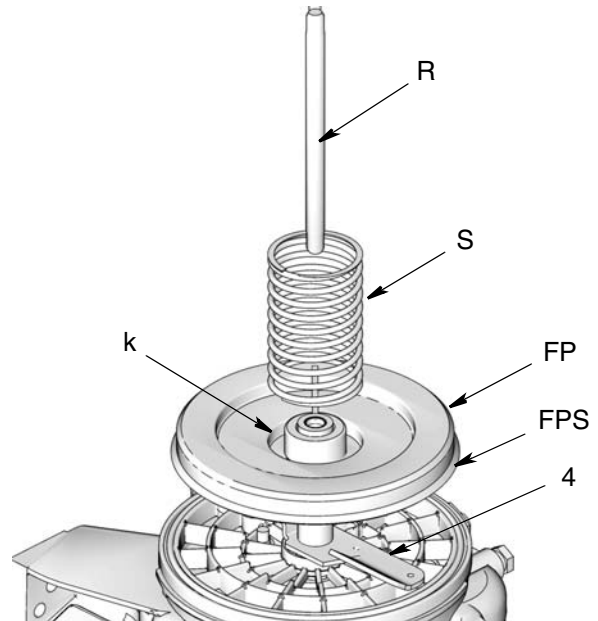

ABB. 15
b. Installieren Sie die Folgeplatte (FP) am Rührflügel (4). Achten Sie darauf, dass die Dichtung (FPS) nach unten (zur Pressplatte) weist, wie in ABB. 15 gezeigt.